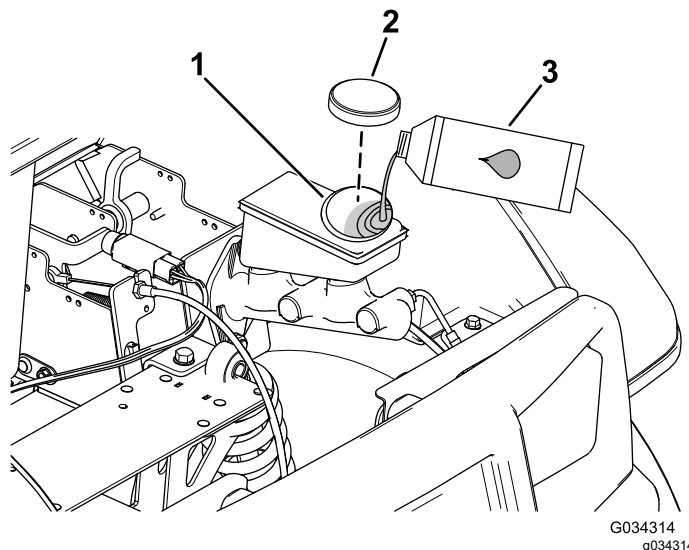

图 60
2. 抬起机罩可接触到主刹车油缸和油箱 图 60。
- A. 清洁油箱盖附近的区域并取下油箱盖 图 60。
- C. 安装油箱盖 图 60。